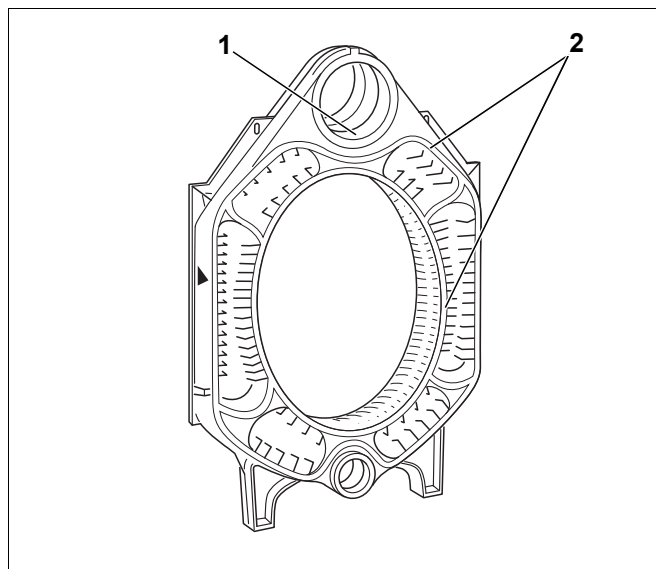

Рис. 17 Подготовка средней секции
- ▶ Смажьте герметиком уплотнительные поверхности ступиц (рис. 17, [1]).
- ▶ Смажьте уплотнительные кромки адгезионным составом (грунтовочной краской) (рис. 17, [2]).